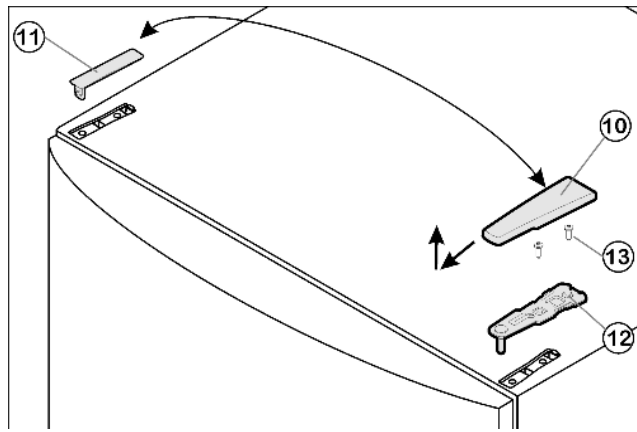

Fig. 4
- Tirer le cache Fig. 4 (10) vers l'avant et l'enlever par le haut.
- Retirer le cache Fig. 4 (11).
- Dévisser la charnière supérieure Fig. 4 (12)(2 x vis Torx 25) Fig. 4 (13) et l'enlever par le haut.
- Placer le support d'appui supérieur Fig. 4 (12) sur le nouveau côté charnière dans la porte.
- Visser le support d'appui supérieur Fig. 4 (12)(2 x vis Torx 25) Fig. 4 (13). Pointer les trous de vissage ou avoir recours à une visseuse sans fil.
- Faire encliqueter le cache Fig. 4 (10) et le cache Fig. 4 (11) du côté opposé.